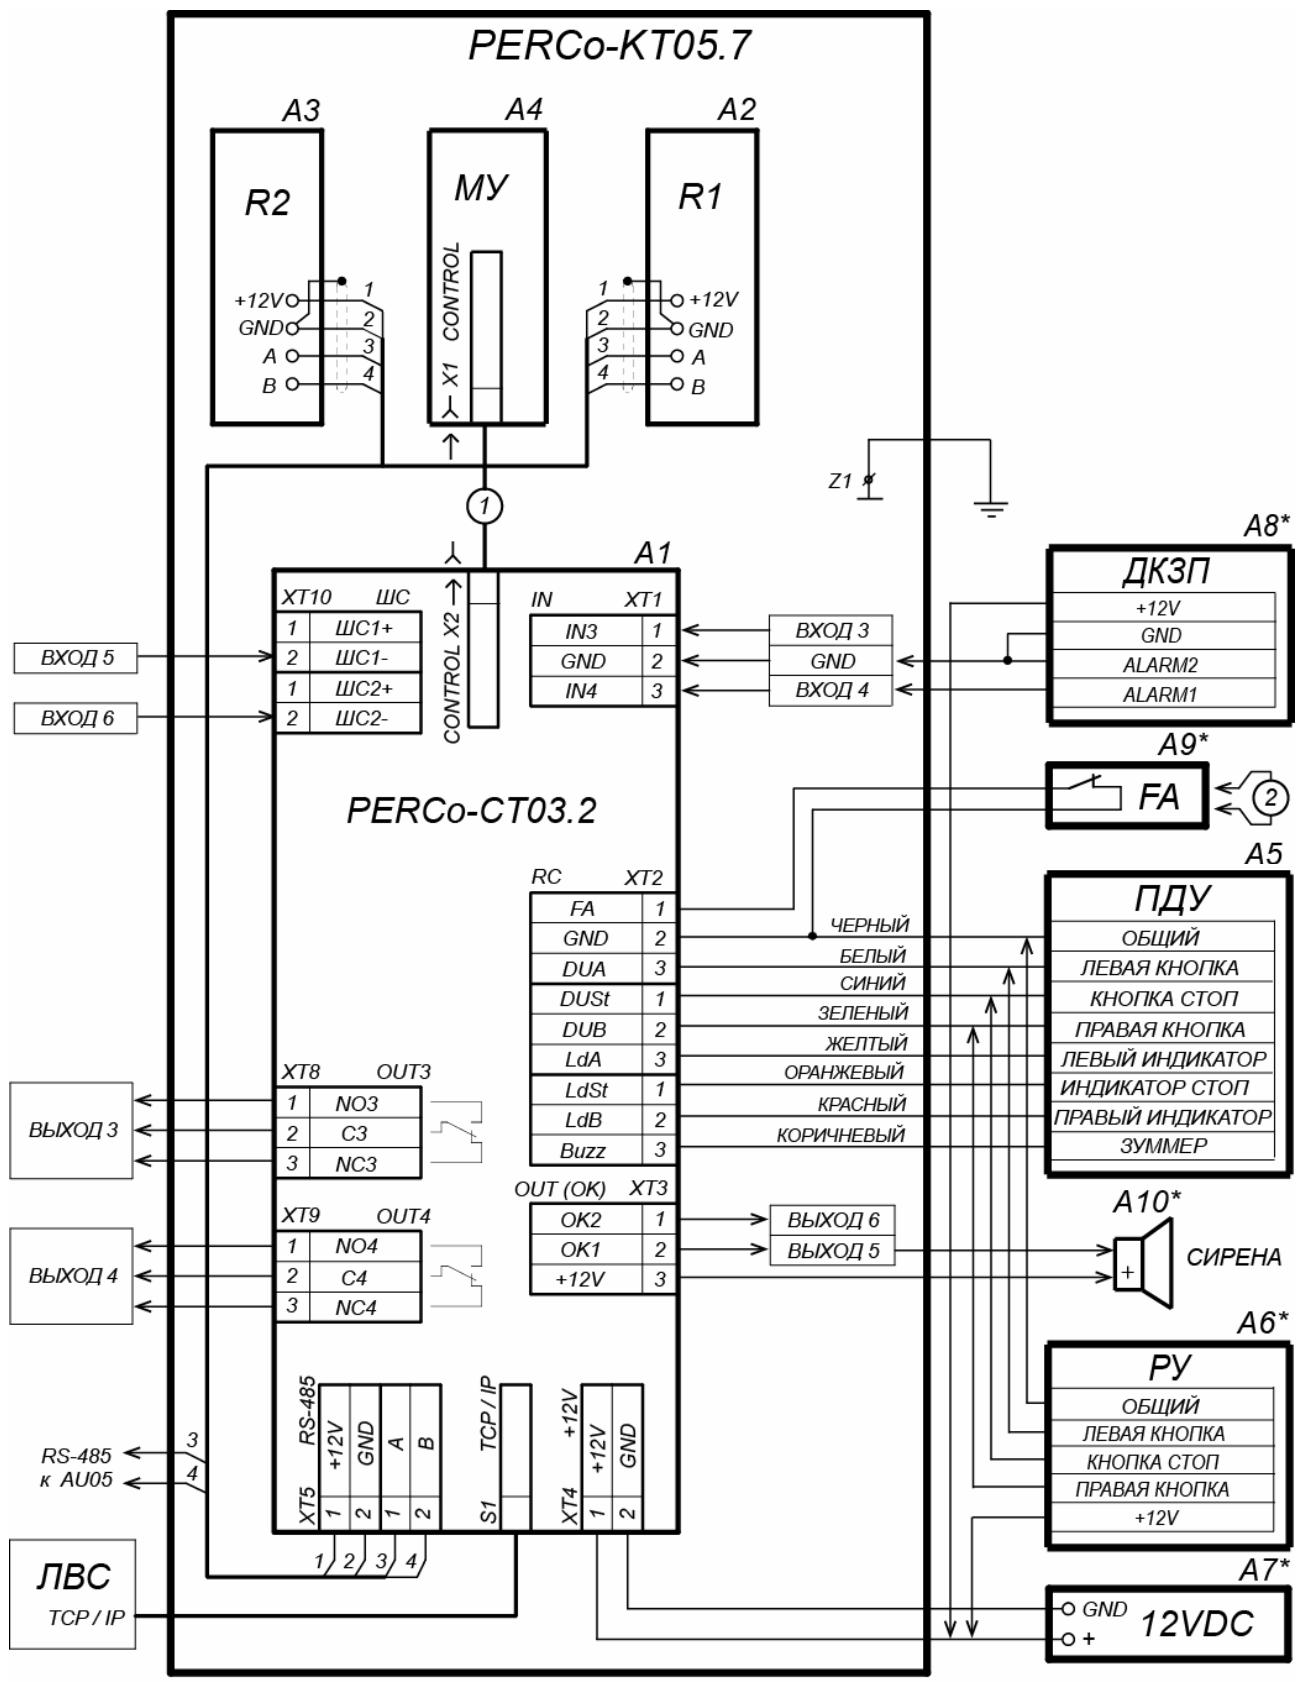

Рисунок 12. Схема подключения ЭП и дополнительного оборудования
Расположение клеммных колодок на нижней плате контроллера ЭП показано на рис. 5, назначение контактов клеммных колодок указано в табл. 1. Схема подключения приведена на рис. 12. Используемые при подключении типы кабелей указаны в табл. 4. При монтаже ЭП придерживайтесь следующей последовательности действий:
- позиционные обозначения А1-А4 и Z1 – указаны на рис.12
11. Подключите кабель питания (12) к клеммной колодке **XT4** на нижней плате контроллера согласно схеме, приведенной на рис. 12.
12. Подключите кабель (10) ПДУ (9) к клеммной колодке **XT2** согласно схеме, приведенной на рис. 12.
13. Подключите, при необходимости, кабели от других устройств к соответствующим клеммным колодкам нижней платы контроллера согласно схеме, приведенной на рис. 12.